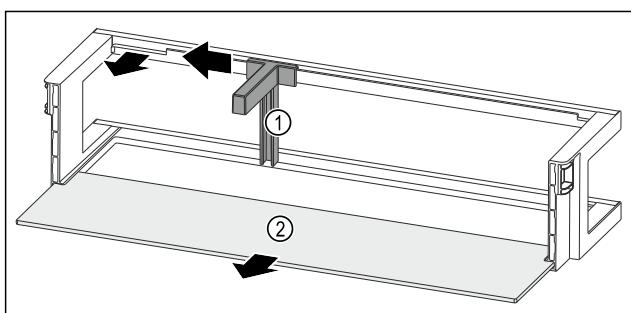

Fig. 270 Raft montat pe ușă cu suport pentru sticle și raft
- ▶ Împingeți în lateral suportul pentru sticle Fig. 270 (1) până la degajare.
- ▶ Extrageți suportul pentru sticle Fig. 270 (1).
- ▶ Extrageți raftul Fig. 270 (2).